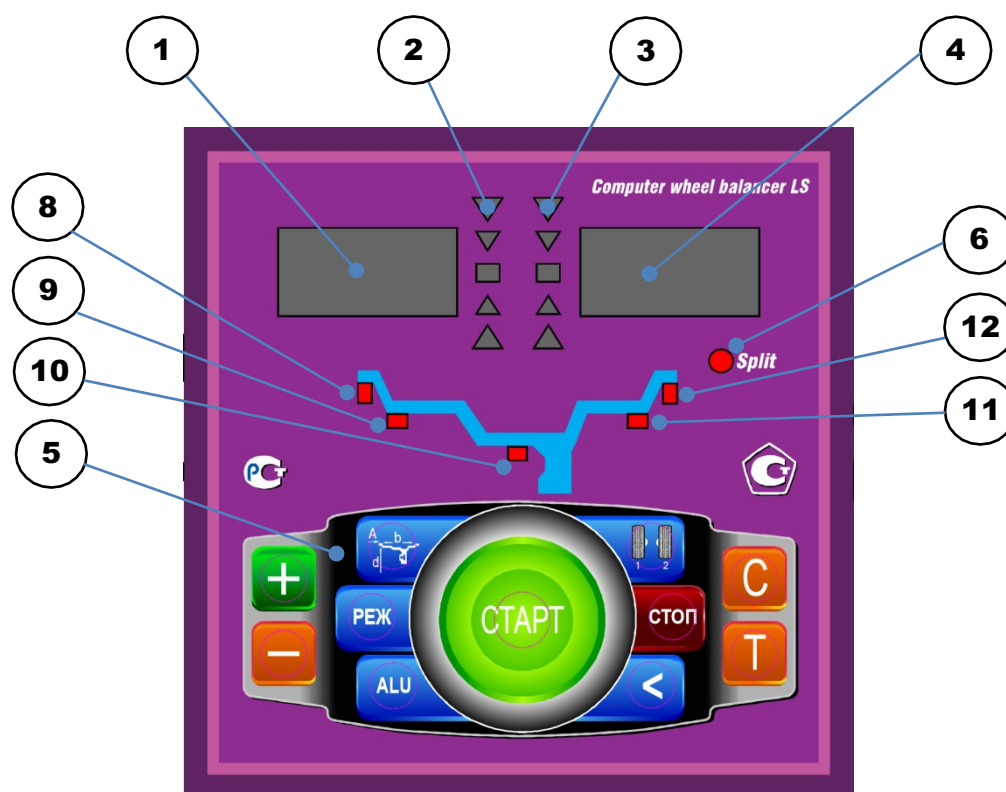

рис.8.1.
8.1. Общий вид лицевой панели показан на рис. 8.1.
При выдвигании штанги на индикаторах 1 (рис. 8.1) отображается значение параметра "A". Значение параметра "d" отображается на индикаторах 4.
Для ввода ширины нажмите кнопку "+" или "-" на индикаторах 1(рис.8.1) высветится "-b-", а на индикаторах 4 значение ширины диска. Через 2-3 сек после установки ширины индикаторы в режим отображения текущего дисбаланса.
Дважды нажать кнопку "A, d, b", после чего на индикаторах 1 (рис.8.1) загорается символ "A", а на индикаторах 4 исходная величина дистанции. Нажимая кнопки "-" и "+" установить на индикаторах 4 требуемую величину дистанции. Через 2-3 сек после установки дистанции показания на индикаторах 1 и 4 возвращаются к отображению текущего дисбаланса, а кнопки "-" и "+" возвращаются в режим ввода ширины обода.
11.1. Переключение схем ALU1-ALU5 осуществляется последовательным нажатием кнопки "ALU" при этом схема установки грузов отображается загоранием соответствующих светодиодов 8-12 (рис.8.1), кроме того, на индикаторах 1 отображаются символы ALU, а на индикаторах 4 номер 1-5. Через 2-3 сек. после установки требуемой программы ALU индикаторы 1-4 переходят в режим отображения дисбаланса.
12.3. Для входа в программу Split удерживайте кнопку РЕЖ, до того, как загорится светодиод 6 (рис.8.1) и на индикаторах 1 загораются символы "SPn", означающие, что необходимо ввести число спиц обода колеса, подлежащего балансировке. При этом на индикаторах 4 загорается цифра 5. Если число спиц колеса отличается от 5, кнопками "-" и "+" установить на индикаторах 4 фактическое число спиц колеса.
12.4. Запустите СБ. После остановки вала установите любую спицу обода колеса вертикально вверх (на 12 часов) и нажмите кнопку С. После чего, на индикаторе 1 и линейке 2 (рис.8.1) будут указаны величина и место установки корректирующего груза на внутренней плоскости.
Эта функция обеспечивается тем, что каждый раз при вводе новых геометрических параметров и установке требуемой программы ALU, предыдущее состояние запоминается. Для перехода от одного набора параметров к другому необходимо нажать кнопку "1-2". Визуальный контроль того, какие параметры установлены в данный момент, осуществляется нажатием "А, d, b" на индикаторах 4 (рис.8.1) будут последовательно отображены, установленные в данный момент диаметр, ширина обода и дистанция.
14.1. При включении тумблера питания СБ на индикаторах 1 (рис. 8.1) высвечивается трёхзначное число -номер версии программного обеспечения. Через 2-3 сек на индикаторах 1 и 4 должны загореться нули, кроме того должны загореться светодиоды 8 и 12, что свидетельствует о включении режима стандартной балансировки с установкой на обеих плоскостях коррекции грузиков на пружинках. На линейках 2 и 3 (рис. 8.1) должны загореться центральные светодиоды.
14.2. При включении СБ программа измерения дисбаланса настраивается таким образом, что дисбаланс менее 8 г (заводская установка для легкового режима) на любой плоскости коррекции не показывается, в этом случае на индикаторах 1 и 4 (рис. 8.1) высвечиваются "0". Минимальный дисбаланс отображающийся на индикаторах 1 и 4 равен 8г. Дисбаланс, превышающий 8г, округляется до величины кратной 5, т. е. дисбаланс 9, 10, 11 и 12 г отображается цифрой 10, дисбаланс 13, 14, 15, 16 и 17 г - цифрой 15 и т. д. Для просмотра неокруглённого значения дисбаланса или дисбаланса менее 8г. необходимо нажать кнопку "<", при этом на индикаторах 1 и 4 на 2-3 сек высвечиваются фактические значения дисбаланса, определённые в данном запуске.